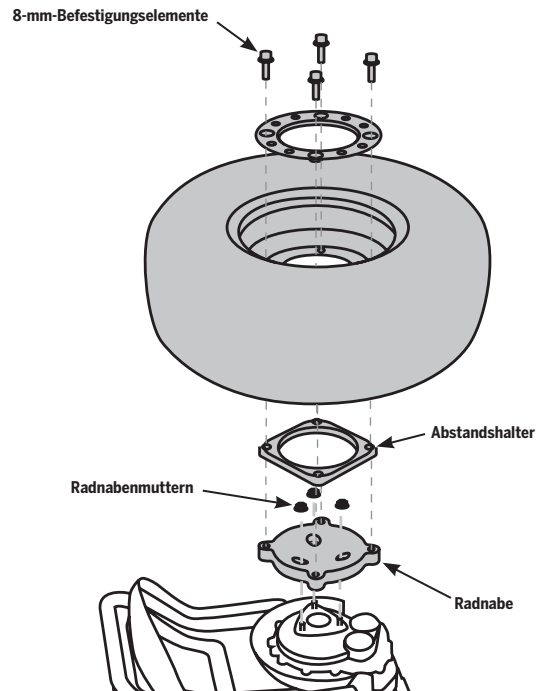

Abbildung 74: x2 SE Turf Reifen/Rad/Abstandshalter/Radnabe
3. Halten Sie das Rad fest, damit es sich nicht drehen kann und lösen Sie die vier 8-mm-Befestigungselemente (siehe **Abbildung 74**).
4. Setzen Sie die Reifen-/Rad-Baugruppe auf den Abstandshalter (siehe **Abbildung 74**).